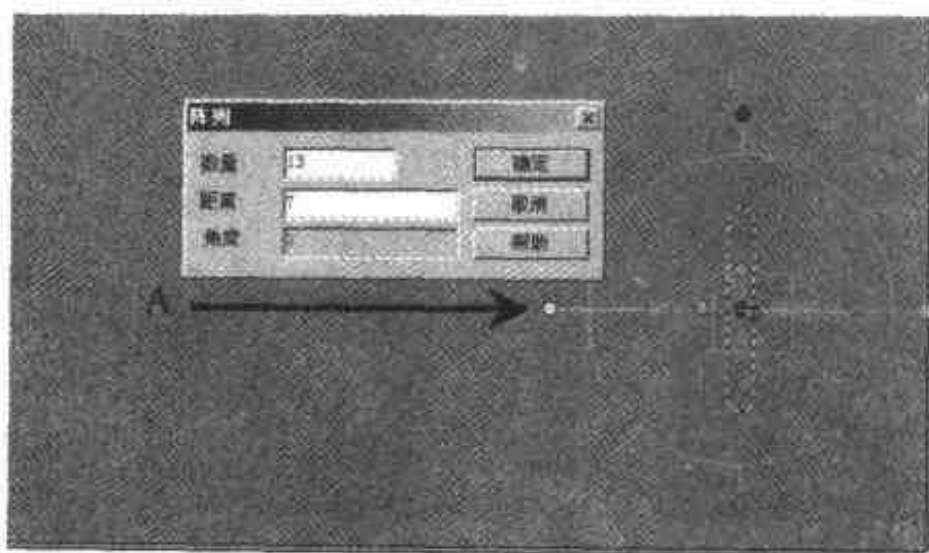

图 4.32 应用图素的阵列
(8) 右击如图 4.32 所示的手柄(A)，选择【直线风格】命令，在弹出的对话框中，设